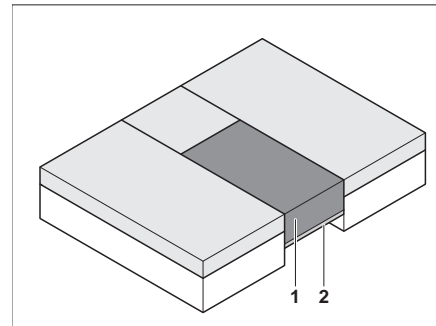

Bild 77 Nach dem Umbau
- Das Zusatzpolster (Bild 77,1) auf den ausgezogenen Lattenrost (Bild 77,2) legen.